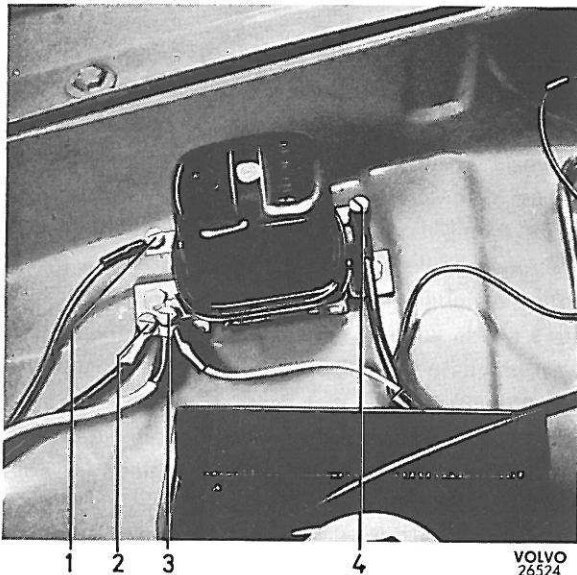

Figure 31. Branchement du régulateur de dynamo
3. Brancher les câbles en se référant à la figure 31.